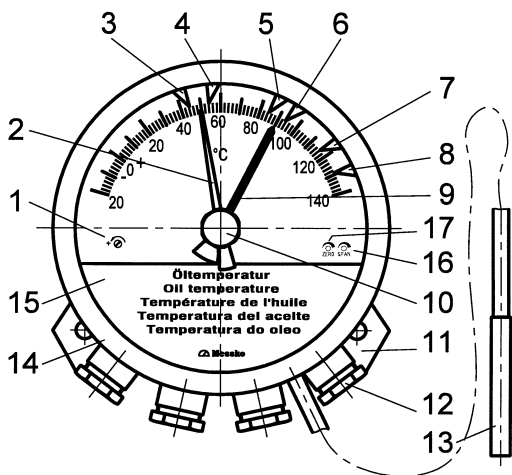

Bild1
Das Zeigerthermometer wird mit der Befestigungsplatte (Bild1, Pos.11) am Trafo montiert. Der Abstand der Befestigungslöcher beträgt 140mm, der Lochdurchmesser 9mm. Der Einbauort sollte so gewählt werden, daß weder Vibrationen noch Netzschwingungen auftreten. Die Einbaulage ist senkrecht.
2.3 Temperaturfühler (Bild1, Pos.13)
2.4 Bajonettverschlußring (Bild1, Pos.14)
Zum Anschließen der elektrischen Leitungen, Einstellen und Prüfen der Mikroschalter ist es erforderlich, den Bajonettverschlußring abzunehmen. Dazu wird dieser bis zum Anschlag gegen den Uhrzeigersinn gedreht und dann abgehoben. Beim Aufschrauben des Bajonettverschlußrings ist auf die richtige Stellung des Schleppeizers (Bild1, Pos.9) zu achten. Dieser muß rechts vom Zeiger (Bild1, Pos.2) stehen. Bajonettverschlußring wieder aufsetzen und bis zum Anschlag im Uhrzeigersinn drehen.